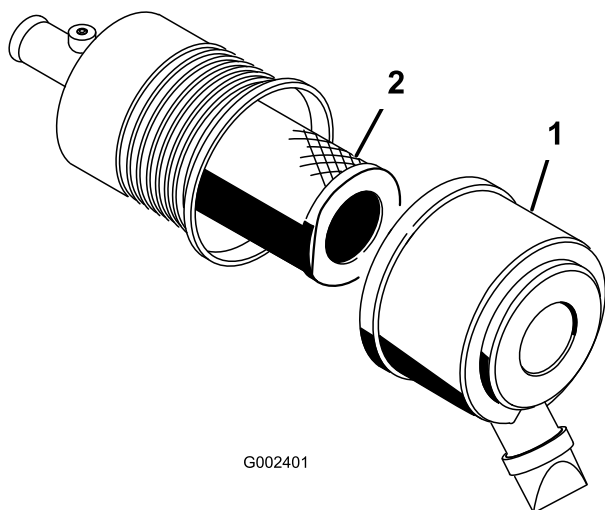

図 42
1. エアクリーナのラッチを外し、ボディーからカバーを抜き出す図 42。
3. 次フィルタをゆっくり引き抜くようにしてエア・クリーナのボディーから外す図 42。
6. 安全フィルタを交換する場合には、十分に注意しながら、フィルタのボディに挿入する図 42。
7. 1次フィルタをゆっくり押し込むようにして安全フィルタの上から取り付ける図 42。
8. 上下方向を間違えないように、エアクリーナカバーを正しく取り付け、ラッチを掛ける図 42。